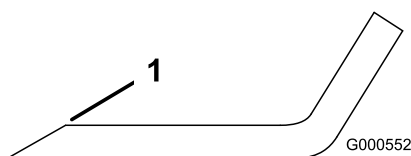

Bild 79
- Schärfen Sie die Schnittkante an beiden Enden des Schnittmessers mit einer Feile (Bild 79).
Hinweis: Feilen Sie, wenn das Schnittmesser nicht ausgewuchtet ist, vom Flügelbereich des Messers etwas Metall ab (Bild 79).